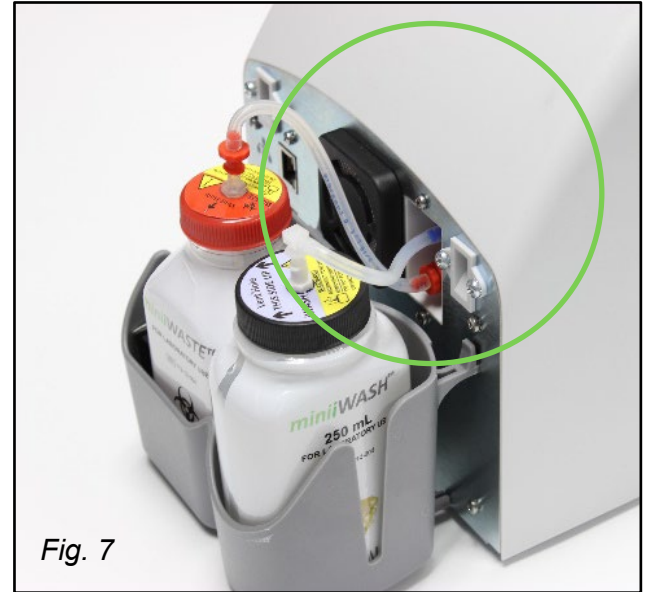

Fig. 7
2.4.2. Collegamento del flacone miniiWASTE (Fig. 7, 8):
2.4.3. Collegamento del flacone miniiWASH (Fig. 7, 8):
2.4.4. Posizionare entrambi i flaconi collegati nel vassoio dei flaconi (Fig. 7).